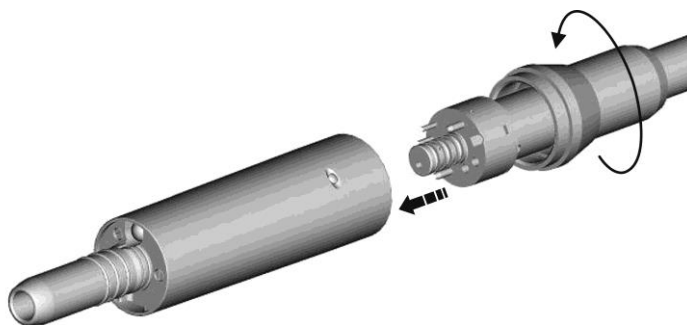

Рис. 2
- коннектор шланга вставьте в коннектор микродвигателя рис. 2, обратите внимание на правильное положение контактов, чтобы их не повредить. Накладную гайку затянуть.